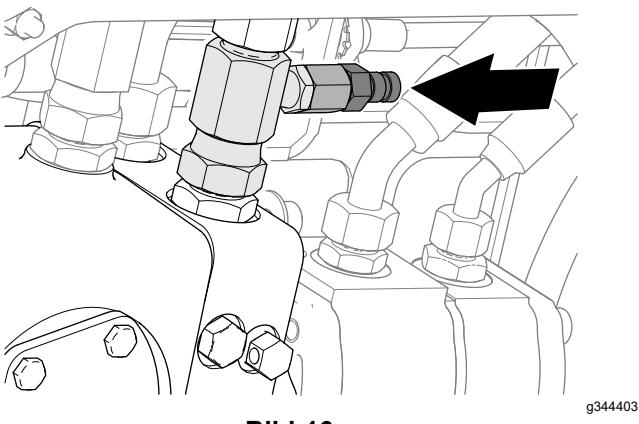

Bild 16
5. Montieren Sie das Prüfgerät an den Schnelltrennanschluss (Bild 16).